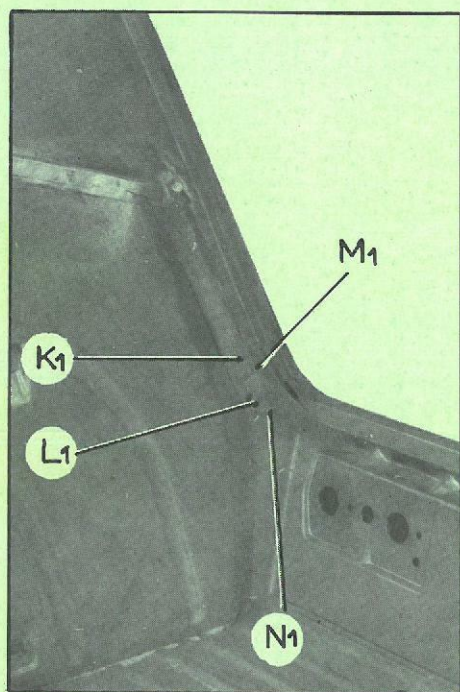

Fig. 10
- K1, L1 (fig. 10)
- M1, N1 (fig. 10)